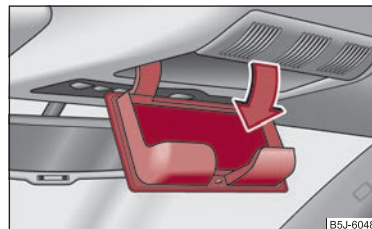

Abb. 82 Ausschnitt des Dachhimmels: Ablagefach für Brille
- Drücken Sie auf den Deckel des Ablagefaches, das Ablagefach klappt nach unten auf ⇒ **Abb. 82**.